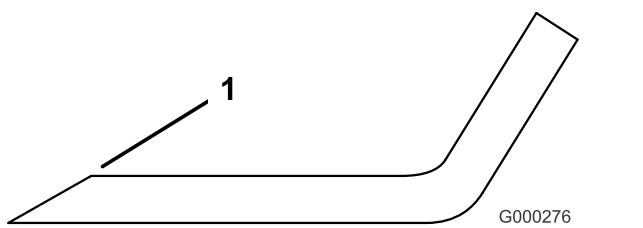

Figura 30
3. Inspecione as extremidades de corte de todas as lâminas. Afie as extremidades de corte se estas apresentarem sinais de desgaste ou ranhuras. Afie apenas o lado superior da parte cortante e mantenha o ângulo de corte original para garantir um desempenho eficaz da lâmina (Figura 30). A lâmina mantém o equilíbrio se for retirada a mesma quantidade de metal de ambas as partes cortantes.